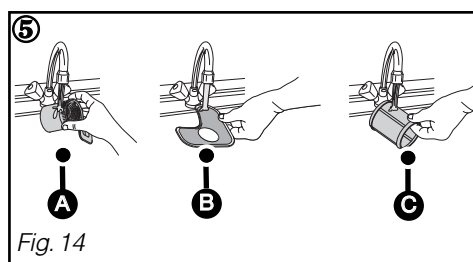

Fig. 14
② Dévissez d'un quart de tour le filtre à déchets puis le retirer Ⓐ .
③ Retirez le filtre principal Ⓑ .
④ Retirez le tamis micro filtre Ⓒ .
⑤ Nettoyez soigneusement les filtres Ⓐ , Ⓑ et Ⓒ sous l'eau courante (Fig. 14).